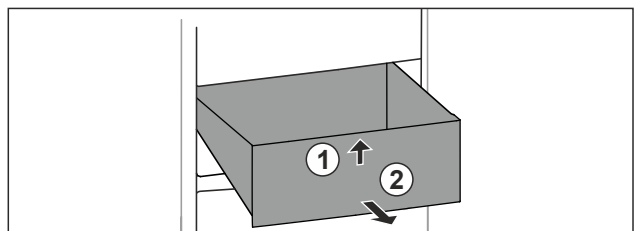

Fig. 16
- ▶ Підняти висувний ящик спереду. Fig. 16 (1)
- ▶ Вийняти висувний ящик рухом вперед. Fig. 16 (2)